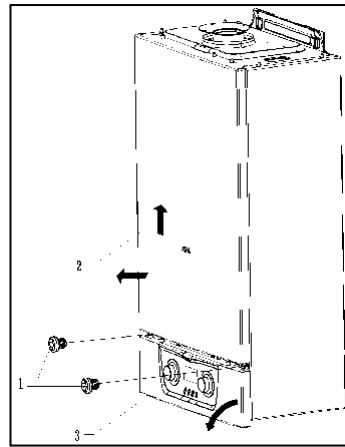

Рис. 15
- для снятия передней крышки потяните ее вверх и наружу, (поз.2 рис.15)
- откиньте наружу панель управления (поз.3 рис.15)